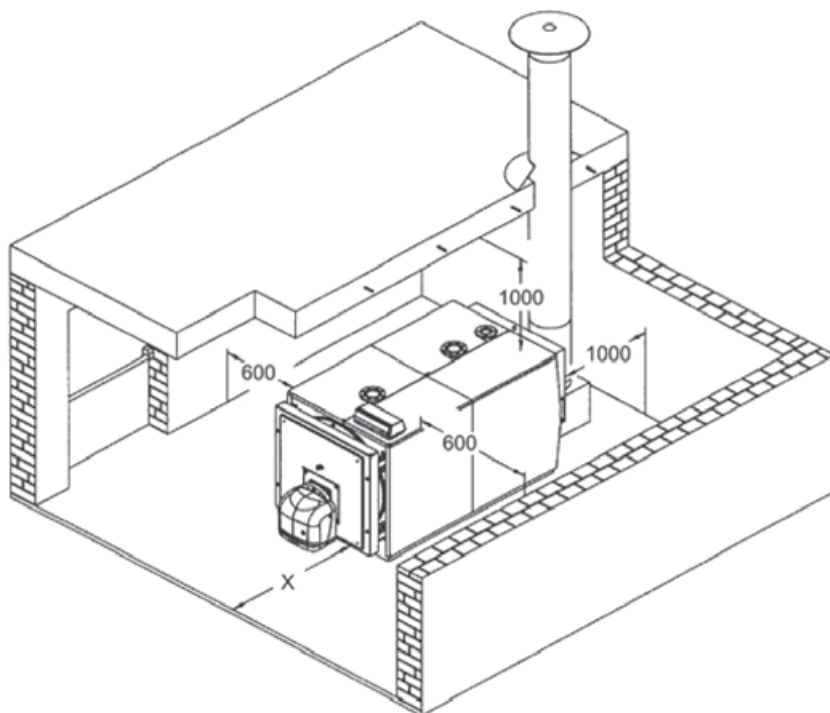

fig. 7
5.3 Luogo di installazione (Fig. 7)